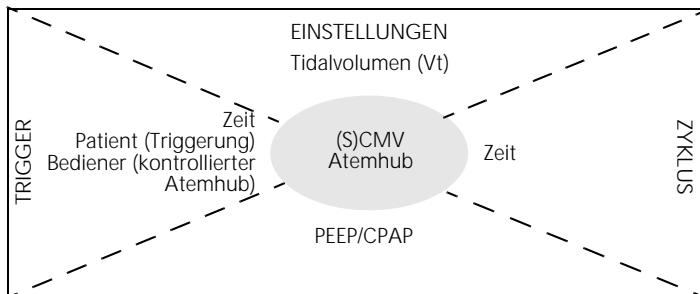
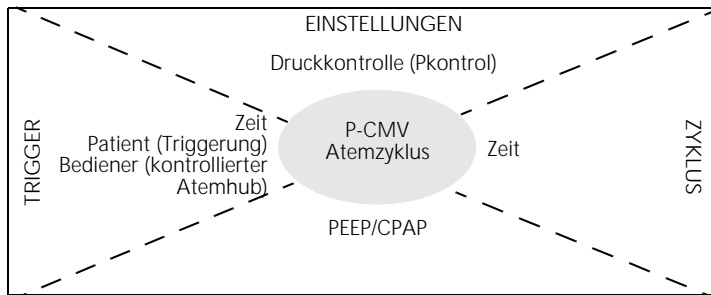
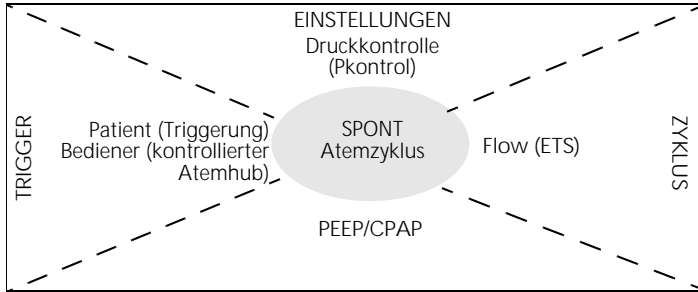

Abbildung B-1. Eigenschaften des Modus (S)CMV
Abbildung B-2. Eigenschaften des Modus P-CMV
Abbildung B-4. Eigenschaften der Beatmung im spontanen Modus
Im Modus (S)CMV ist lediglich eine volumenkontrollierte maschinelle Beatmung möglich. Die Einstellung für das Tidalvolumen (V_t) definiert das Abgabevolumen (Abbildung B-1). Die Frequenz- und Timing-Einstellungen (siehe Abschnitt H.5) legen den zeitlichen Ablauf der Atemzyklen fest. Die Atemzüge können vom Beatmungsgerät, vom Patienten oder vom Bediener ausgelöst werden.
Im Modus P-CMV ist lediglich eine druckkontrollierte maschinelle Beatmung möglich. Die Druckeinstellung (Pkontrol) definiert den angewendeten Druck (Abbildung B-2). Die Frequenz- und Timing-Einstellungen (siehe Abschnitt H.5) legen den zeitlichen Ablauf der Atemzyklen fest. Die Atemzüge können vom Beatmungsgerät, vom Patienten oder vom Bediener ausgelöst werden.
Im Modus SIMV handelt es sich bei den kontrollierten Atemhüben um (S)CMV Atemhübe (Abbildung B-1). Diese können mit SPONT Atemzügen alternieren (Abbildung B-4).
Im Modus P-SIMV handelt es sich bei den kontrollierten Atemhüben um P-CMV Atemhübe (Abbildung B-2). Diese können mit SPONT Atemzügen alternieren (Abbildung B-4).
Die Einstellung für die Druckunterstützung (Psupport) definiert den angewendeten Druck (Abbildung B-4). Der Patient bestimmt den Atemrhythmus. Die Atemhübe können vom Patienten oder Bediener ausgelöst werden.